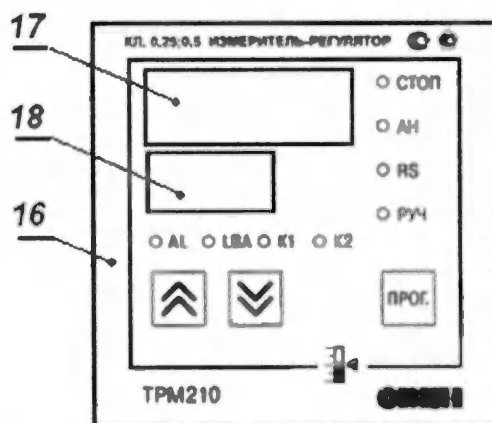

Рис.2. Внешний вид лицевой панели измерителя-регулятора TPM210.
4.5 Внешний вид лицевой панели измерителя-регулятора TPM210 изображен на рис.2.